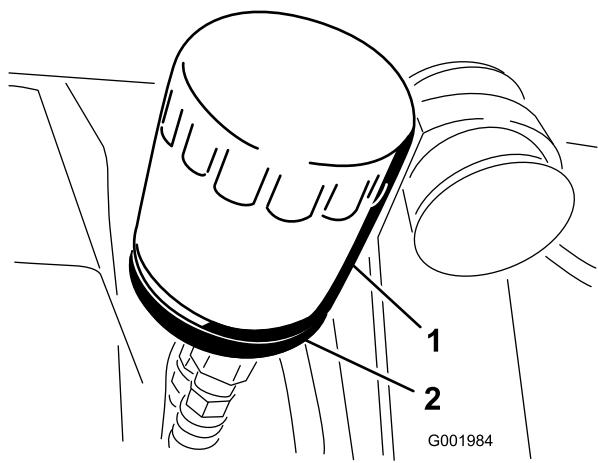

図 52
2. オイルフィルタ (図 52) を外す。
5. アダプタに新しいフィルタを取り付ける。ガスケットがアダプタに当たるまで手でねじ込み、そこから更に 1/2 回転増し締めする(図 52)。